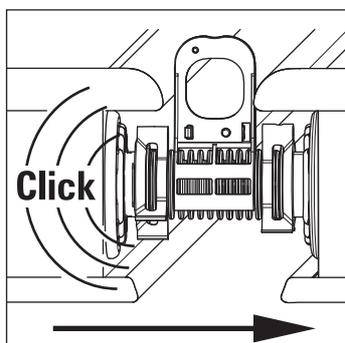

Fig. 3-29 Spingere i collettori piani l'uno contro l'altro
7. Spingere fino in fondo il collettore piano successivo verso l'ultimo collettore montato (fig. 3-29). Deve sentirsi lo scatto delle graffe di fissaggio. La distanza tra i collettori piani si ottiene automaticamente grazie alla lunghezza dei compensatori sui manicotti inseriti.